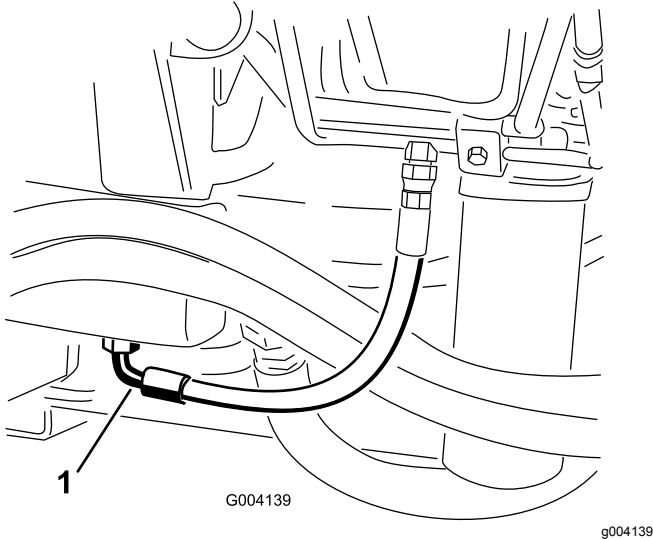

Bild 76
2. Stellen Sie eine große Auffangwanne unter das Anschlussstück, das unten am Hydraulikölbehälter befestigt ist (Bild 76).